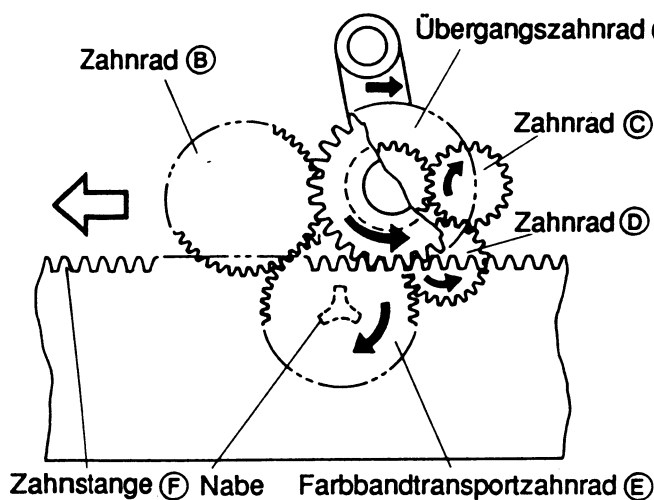

Abb. 1 (Ansicht von unten)
Der Farbbandtransport erfolgt in Abhängigkeit von der Wagenbewegung. Die Antriebsmechanik der Farbbandkassette wird in den Abb. 1 und 2 gezeigt. Die Mechanik liefert einen gleichförmigen Farbbandtransport ungeachtet der Wagenbewegungsrichtung. Sie besteht aus der Zahnstange (F), dem Farbbandtransportzahnrad (E) der Farbbandtransportnabe und drei Zahnrädern.
Wenn sich der Wagen nach rechts bewegt (Abb. 1) dreht die Zahnstange (F) das Übergangszahnrad (A) gegen den Uhrzeigersinn. Das Übergangszahnrad (A) greift in Zahnrad (D) über das Zahnrad (C) ein und dreht damit das Farbbandtransportzahnrad (E) mit der Nabe im Uhrzeigersinn.